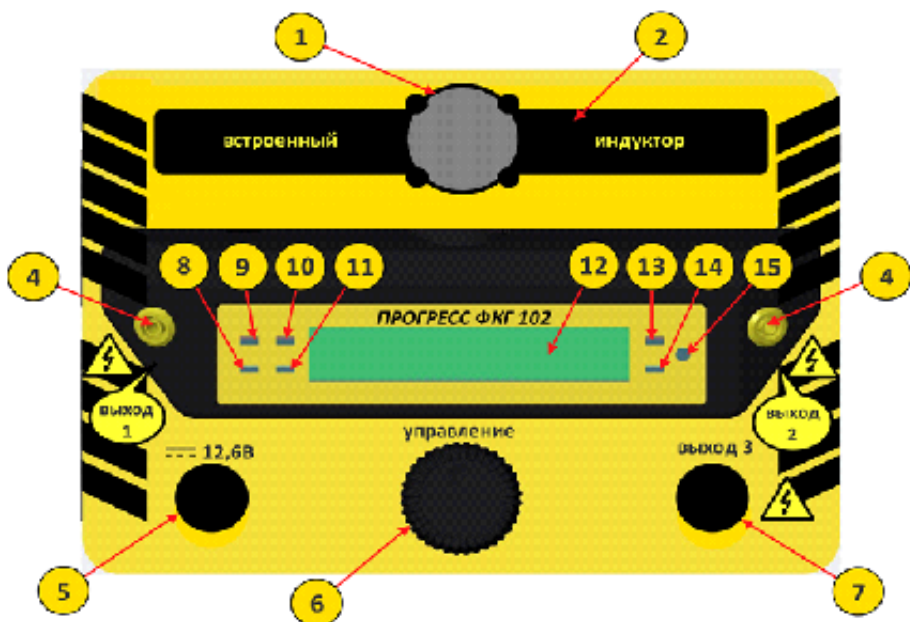

Рисунок 1
4.2 Установите генератор на удобную поверхность. Подсоедините кабель внешнего питания. Это может быть переносной аккумулятор или клеммы штатного аккумулятора 12В транспортного средства. Соблюдайте полярность подключения. В случае неверной полярности при подключении, повреждения генератора не произойдёт, устройство не включится, при этом будет светиться индикатор 9, рисунок 1. Достаточно сменить полярность на правильную и произвести повторное подключение.
4.3 Включите генератор удерживая кнопку валкодера до появления информации на матричном дисплее 12, рисунок 1. Оператор увидит первый пункт меню – индикатор сопротивления. Если к генератору не подключена внешняя нагрузка, то индикатор будет показывать сопротивление >5000 Ом. Если к генератору будет подключена внешняя нагрузка, то индикатор покажет фактическое сопротивление нагрузки.
4.4 Произведите соединение генератора со штырём местного заземления, соединив первый проводник из комплекта с одной из однополюсных розеток 4, рисунок 1, другой конец проводника присоедините к штырю.
Затем произведите соединение с трассой подземной коммуникации, для чего соедините второй проводник с другой однополюсной розеткой 4, другой конец провода присоедините к подземной коммуникации. При подключении к трубопроводу предварительно зачистите от краски и ржавчины место размещения магнитного контакта при помощи напильника. Если это кабель, то проводник соединяется с кабелем посредством зажима типа «крокодил». При надёжном контакте будет загораться индикатор 14, рисунок 1.